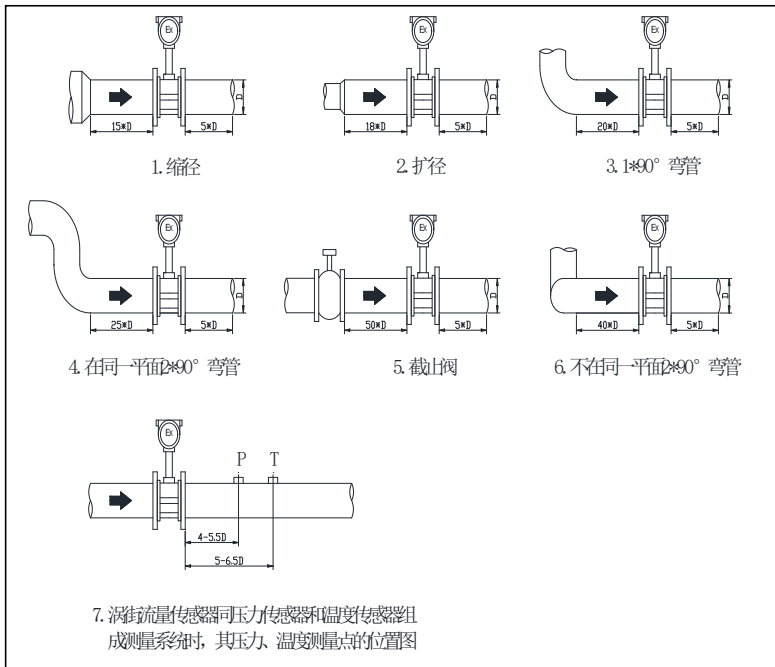

图 3 涡街流量计上下游最小直管段长度
1. 涡街流量计的仪表安装点的上下游配管的内径应与仪表内径一致，传感器应与管道同心，传感器与法兰间的密封垫不能凸入管道内。具体安装形式如图 3；